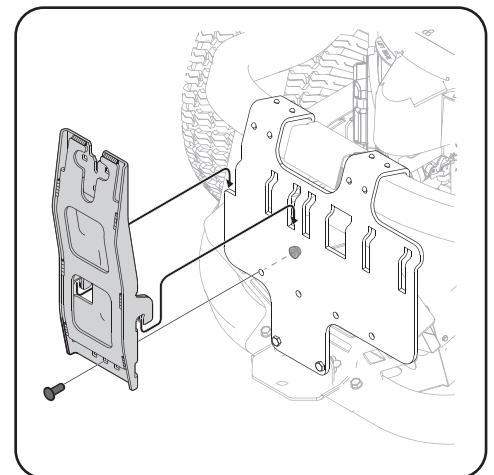

Figura 4-10
4. Coloque a presión el soporte de la cubierta superior sobre el riel del soporte de la embolsadora con una ligera inclinación. Gire el conjunto hacia abajo y dentro del conjunto del soporte del canal, comprobando que la lengüeta (que se muestra en el recuadro de la Figura 4-10) se trabe en su lugar.